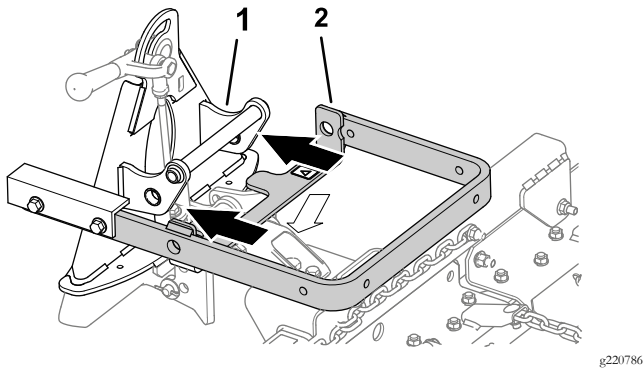
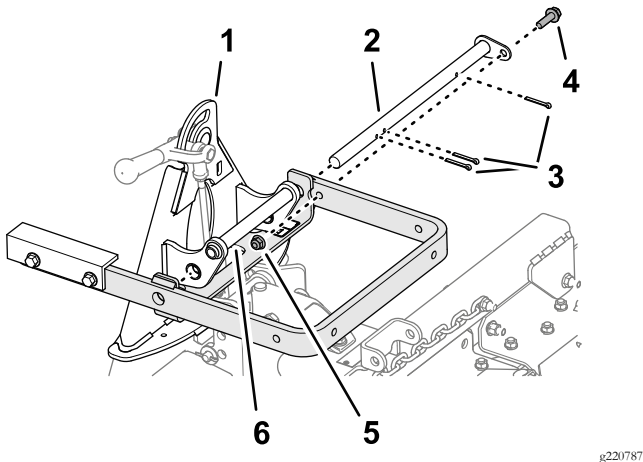

图5
图6
- 将提升臂与附件连接器上的支架对齐 图5 然后如 图6 所示用枢轴杆将它们连接起来。
**注意** 当移动附件连接器时应使用连接器背面提供的手柄图5。
5. 用 3 个开口销、1 个螺栓  $\frac{3}{8}$  x  $1\frac{1}{4}$  英寸和锁紧螺母  $\frac{3}{8}$  英寸固定枢轴杆图6。